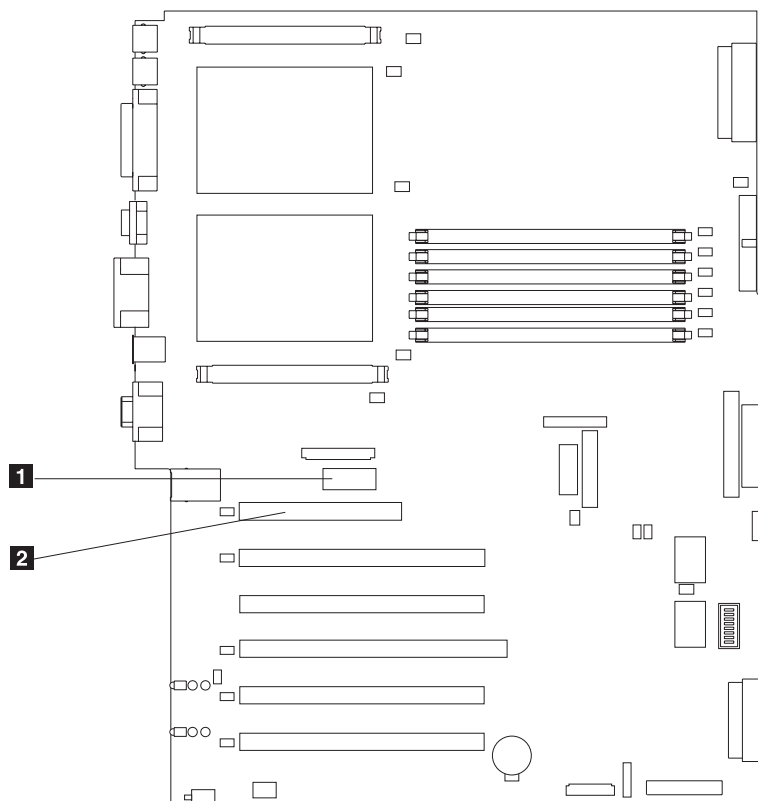

図 107. システム・ボード上の、リモート管理アダプターのコネクタ
b. ケーブルのもう一方の端を、システム・ボード上のシステム管理コネクタ (J27) に接続します。196 ページの図 107 のアイテム **1** は、システム・ボード上のシステム管理コネクタの位置を示します。